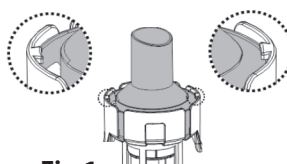

Fig.1
- 1) Pulse simultáneamente las pestañas laterales y saque la boquilla de aspiración del tubo. (Fig.1)